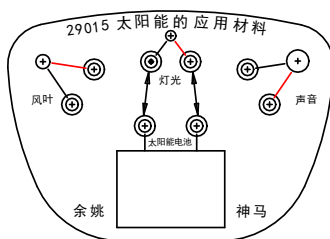

图2：太阳能发电LED灯发光
2. 如图 2 所示：用插接线将太阳能电池板的正负电极与 LED 灯的正负电极对应连接，将太阳能电池板正对太阳光或白炽灯光，LED 灯会发光。